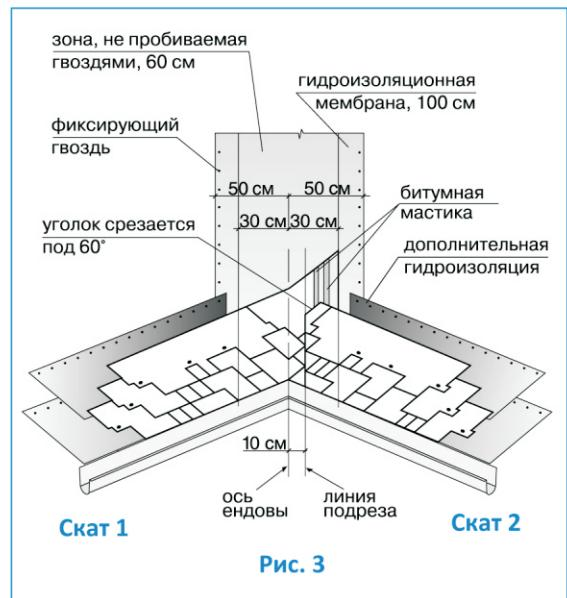

Рис. 3
- лист, подходящий к ендовой со ската II, должен доходить до линии подрезки и обрезаться по ней. Верхний уголок обрезанного края листа подрезается под углом 60° (5 x 3 см — рис. 3);